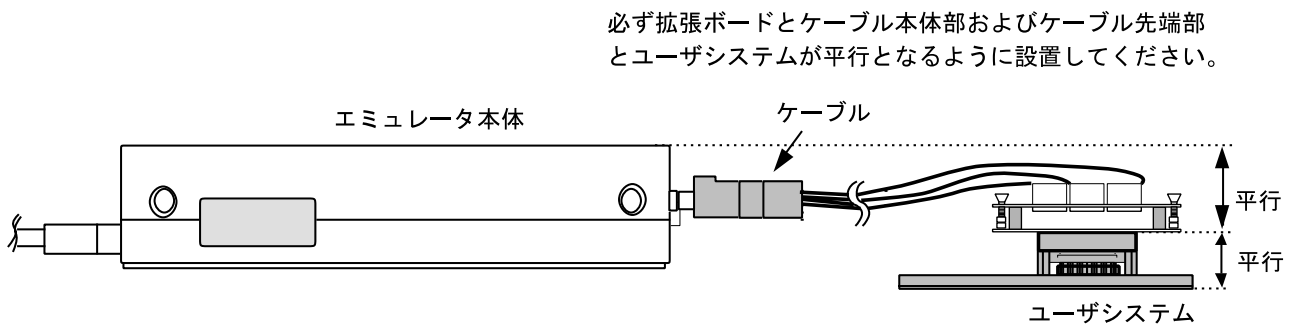

図11 設置例
- (1) ユーザシステムへの接続時には1ピン位置に十分注意して、誤接続は絶対にしないでください。
- (2) 本ユーザシステムインタフェースケーブルを使用する場合の推奨マウントパッド寸法は、MCU実装用マウントパッド寸法とは異なりますので注意してください。
- (3) 本ユーザシステムインタフェースケーブルは、HS2268EPI61Hエミュレータ専用ですので、他のエミュレータ本体には使用しないでください。
- (4) ケーブル本体部が断線する可能性がありますので、本ユーザシステムインタフェースケーブルの上に重いものや金属等の角の尖ったものを置かないでください。
- (5) ユーザシステムに接続した状態では、ユーザシステムインタフェースケーブル、特にケーブル先端部に無理な力が加わらないように注意する必要があります。図11の設置例を参照してご使用ください。